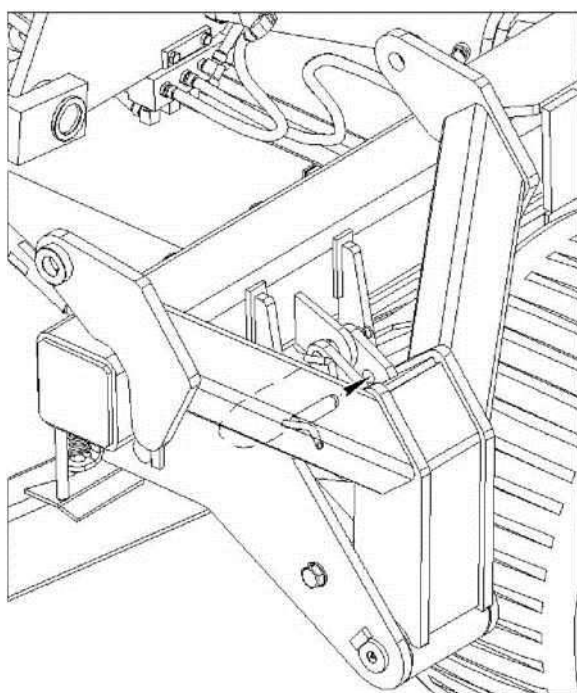

Рисунок 3 -
- снять пальцы, фиксирующие навески, и установить их в отверстия для сохранности (рис. 3);
- зафиксировать навески пальцами (рисунок 3);